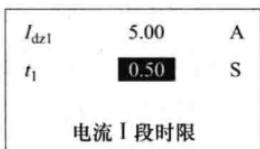

图 2-9 定值查看及修改
- 2) 定值。查看及修改定值。定值按保护功能进行分类，进入后先选择定值区，再选择某路保护，即可查看或修改本区内与该保护相关的定值。定值越限时装置拒绝固化，如图 2-9 所示。